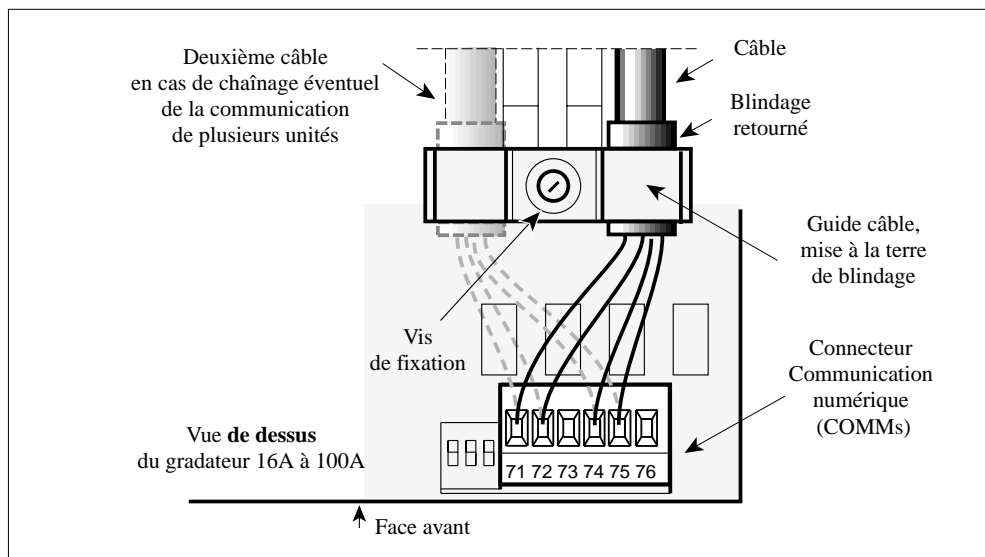

Figure 3-20 Disposition des bornes standard de communication pour les calibres 16/100A
Pour faciliter la mise à la terre du blindage de câbles de communication, le **guide métallique** est fixé en standard directement à la masse du gradateur (voir figures 3-20 et 3-21).
Chaque guide câble permet de mettre le deuxième câble en cas de chaînage de la communication de plusieurs unités (en grisé sur les figures 3-20 et 3-21).
- **de gauche à droite** pour pour les calibres de 16A à 100 A (voir figure 3-20)